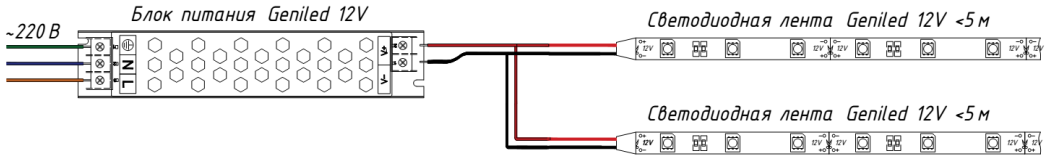
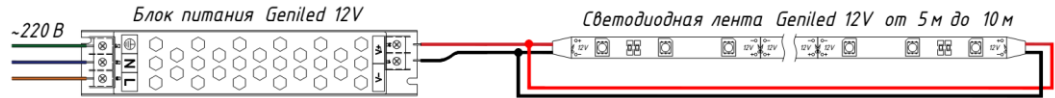

Рисунок 5.
Рисунок 6 – Варианты подключения на примере ленты 12В.
5.6. Если необходимо подключить более 5 метров ленты, то необходимо выполнить параллельное подключение дополнительной ленты к блоку питания (см. рисунок 5). Либо подключите ленту с двух сторон к блоку питания («кольцевание») (см. Рисунок 6). Внимание! Запрещается подключать одну ленту к разным блокам питания одновременно: это может привести к выходу блока питания из строя.